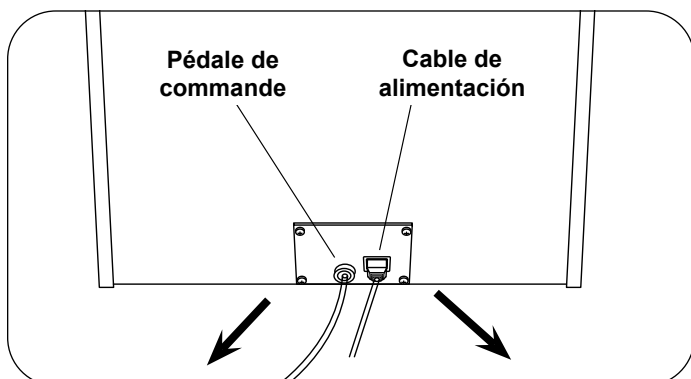

Figure 11. Branchement du cordon d'alimentation et de la pédale de commande
15. Débrancher la pédale de commande et le cordon d'alimentation et les remettre dans le tiroir de rangement arrière (Figure 11). Le cordon d'alimentation des modèles 6000, 6500, 6800, 6000PLUS, 6500PLUS et 6800PLUS est fixé à la table. Il est conseillé de placer le côté fiche du cordon dans le tiroir de rangement arrière pour éviter de l'endommager lors du transport de la table.